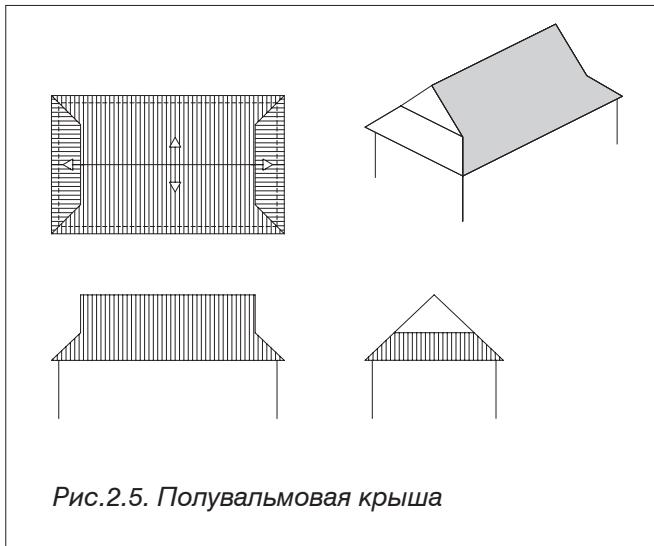
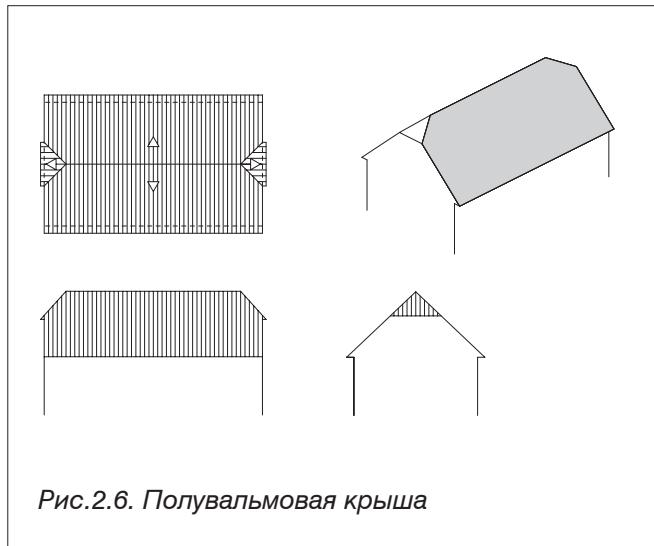

Рис.2.5. Полувальмовая крыша
Рис.2.6. Полувальмовая крыша
- **Полувальмовая крыша** (рис.2.5. и рис.2.6.) имеет срезанные боковые скаты (полувальмы) с меньшей длиной по линии уклона, чем основные скаты.